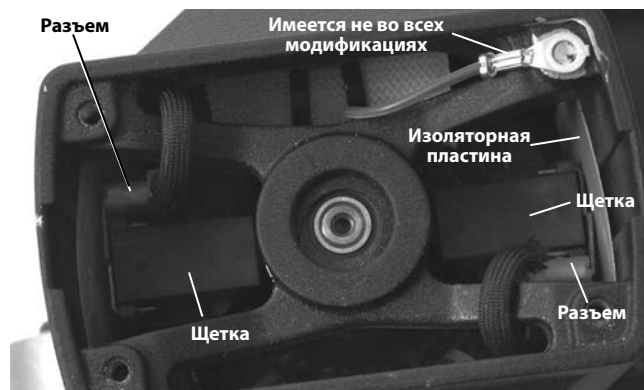

Рис. 20 – Замена щетки - крышка двигателя снята
3. С помощью плоскогубцев извлеките наружу держатели щеток электродвигателя. Отсоедините электрический разъем. (См. рис. 20).